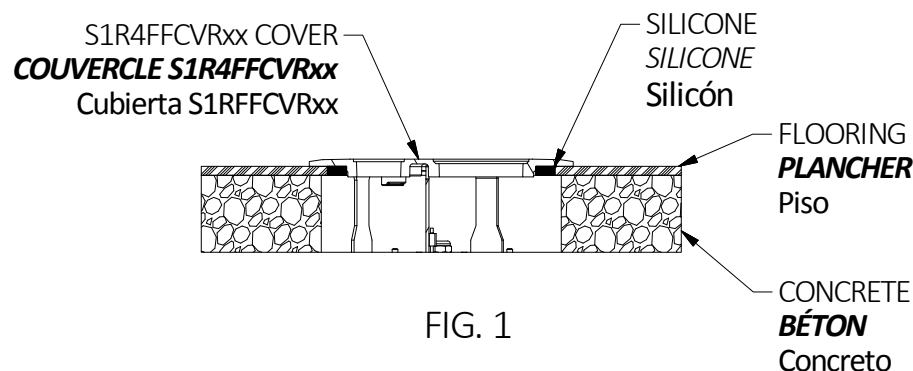

FIG. 1
- 3) Apply a ¼ in thick continuous bead of electrical type RTV silicone fully around the perimeter underside of the flange portion of the cover as shown. Fig 1. Silicone height shall be at least the same as the flooring height.
3) Appliquer un cordon continu de 6,3 mm de silicone RTV pour applications électriques sur tout le périmètre intérieur du rebord du couvercle conformément à la Fig. 1. La hauteur du cordon doit être au moins équivalente à la hauteur du plancher.